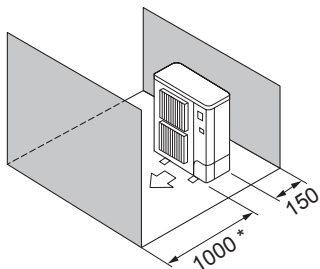

Fig. 2-11
- ⑤ Miejsce ograniczone tylko z przodu i z tyłu (Fig. 2-11)